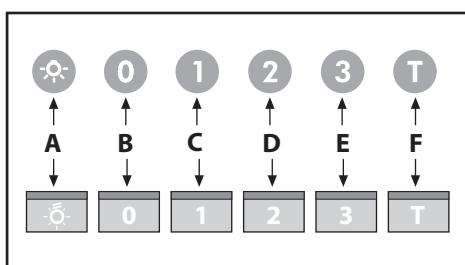

Fig.11
• **Betjeningsenhed lysende (Fig.11)** er følgende tegnforklaring gældende: